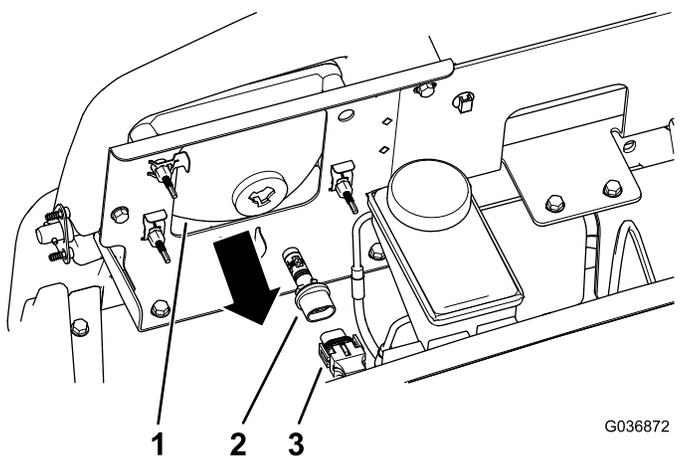

Figura 42
3. Scollegate il connettore elettrico del cablaggio dal connettore del gruppo luci sul retro del vano del faro (Figura 42).
4. Ruotate il gruppo luci di $\frac{1}{4}$ giro in senso antiorario spostandolo indietro, fuori dalla sede del vano del faro (Figura 42).
5. Inserite il nuovo gruppo luci e il vano del faro e allineate le linguette nel gruppo luci alle fessure nel vano del faro (Figura 42).
6. Fissate il gruppo luci ruotandolo di $\frac{1}{4}$ di giro in senso orario (Figura 42).
7. Collegate il connettore elettrico del cablaggio al connettore del nuovo gruppo luci (Figura 42).